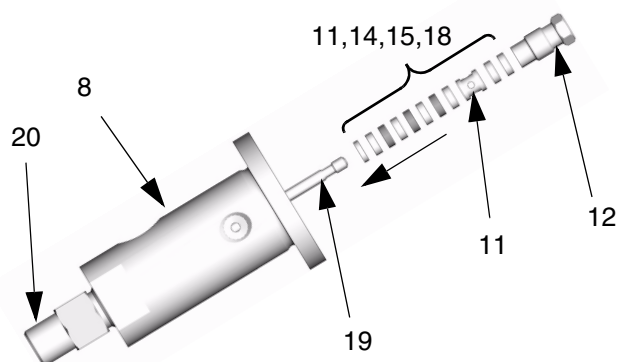
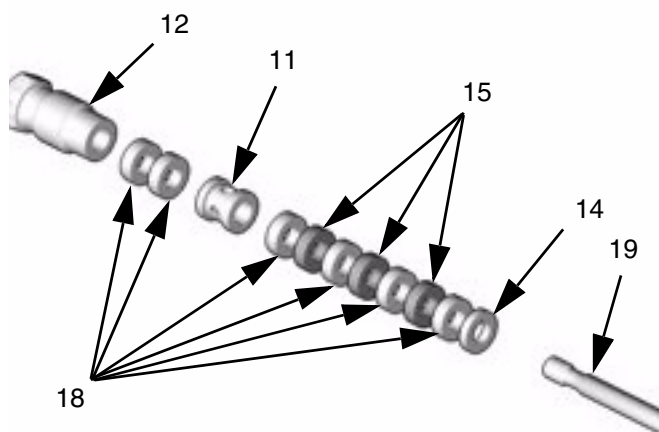

FIG. 7
FIG. 8
1. Inserte el pasador (19) a través del cuerpo de la válvula (8). Vea FIG. 7.
2. Enrosque el asiento (20) en el cuerpo de la válvula (8) y apriételo a un par de $61 \pm 6,7$ N.m.
3. Monte las empaquetaduras en el pasador (19) tal como se muestra en FIG. 7 y FIG. 8.